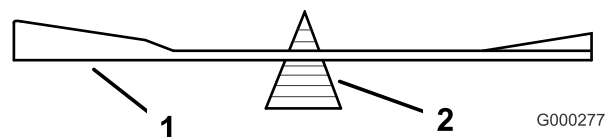
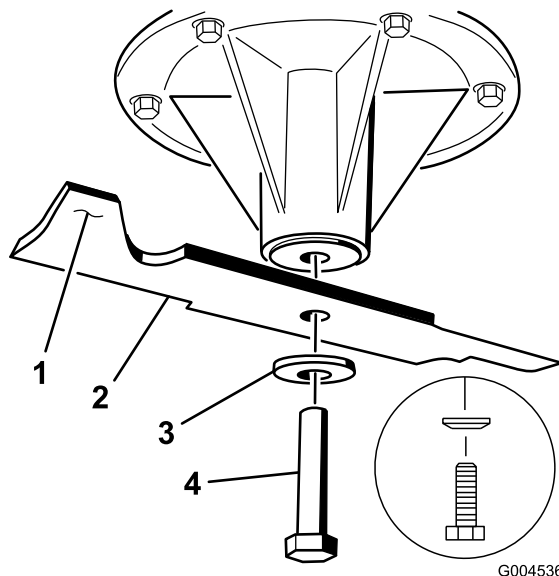

Figure 81
Figure 82
2. Retirez le boulon, la rondelle élastique et la lame de l'axe (Figure 82).
2. Vérifiez l'équilibre de la lame en la plaçant sur un équilibreur (Figure 81). Si la lame reste horizontale, elle est équilibrée et peut être utilisée. Si la lame est déséquilibrée, limez un peu l'extrémité de l'ailette seulement (Figure 82). Répétez la procédure jusqu'à ce que la lame soit équilibrée.
1. Placez la lame sur l'axe (Figure 82).
2. Montez la rondelle bombée et le boulon de la lame. Le cône de la rondelle bombée doit être dirigé vers la tête du boulon (Figure 82). Serrez le boulon de la lame à un couple de 115 à 150 N·m.